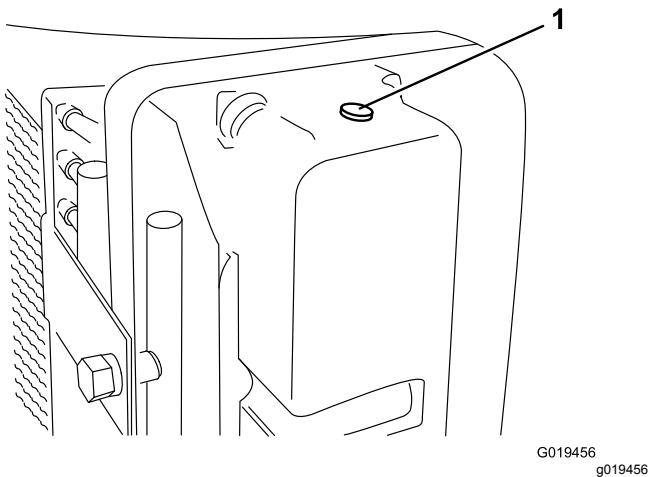

Figura 69
- Nota:** Se all'interno dell'impianto è rimasta intrappolata dell'aria, togliete il tappo di sfiato (Figura 69) dalla parte superiore del serbatoio lato radiatore e lasciate fuoriuscire l'aria intrappolata. Installate il tappo di sfiato con sigillante per filetti PTFE.